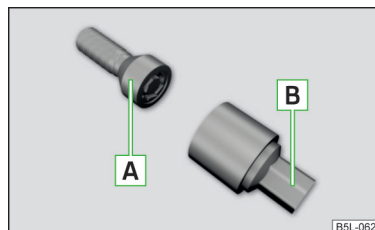

Fig. 209
Șuruburile de roată antifurt protejează roțile față de un furt. Acestea pot fi **slăbite/strânse** numai cu adaptorul B » fig. 209.
- Introduceți adaptorul B » fig. 209 în șurubul de roată antifurt A, până la capăt.
- ▶ Introduceți cheia de roți pe șurub până la capăt. Utilizați pentru șuruburile de roată antifurt adaptorul corespunzător » fig. 209 la pagina 193.